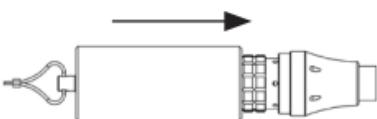

Figura 3
- Coloque el casquillo del conector en el extremo del conector de la pieza de mano eléctrica (figura 3).
Precaución: El extremo del conector de la pieza de mano eléctrica deberá sellarse con el casquillo del conector proporcionado con la cesta (figura 3).